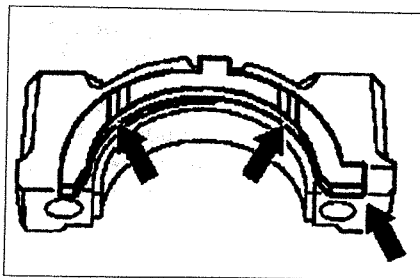

Рис. 2.64. Расположение нижних регуляторов осевого зазора в блоке цилиндров.
3. Смажьте нижние регуляторы зазора маслом и установите их в пазы в крышках коренных подшипников. Оба смазочных канала (стрелки) должны быть направлены в сторону щеки коленчатого вала (см.рис.2.64).